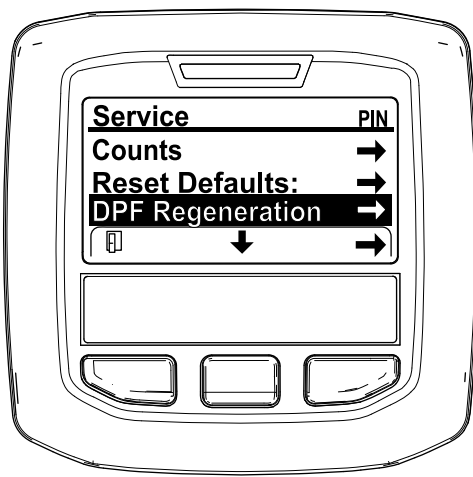

図 34
3. 整備メニューSERVICE MENUで、中央ボタンを押してDPF 再生DPF REGENERATIONへ移動し、右ボタンでDPF 再生DPF REGENERATIONを選択する 図 34。